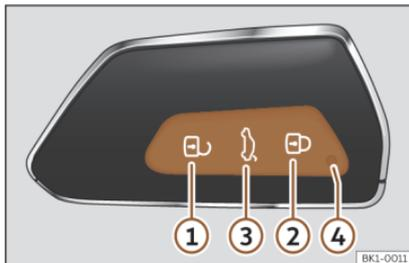

Fig. 56 Llave del vehículo.
Leyenda de la >>> fig. 56
Cuando se pulsa brevemente un botón en la llave del vehículo, el testigo de control parpadea ④ >>> fig. 56 una vez brevemente, pero si se pulsa durante un tiempo prolongado, parpadeará varias veces, por ejemplo, en la apertura de confort.